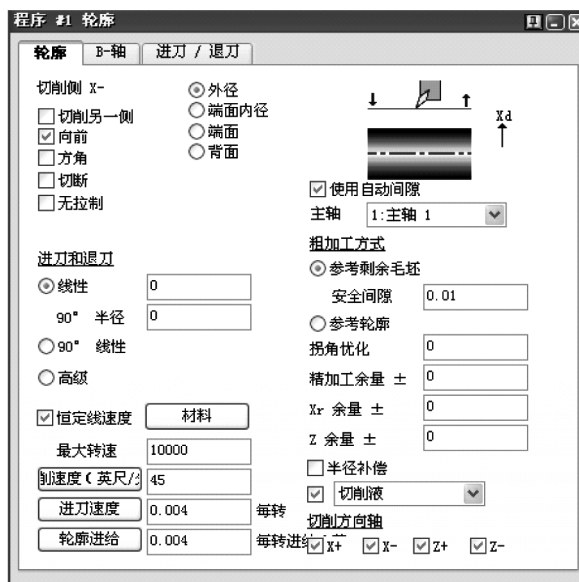

图 6-70 精车程序
- 1) 应用#9 刀具创建精加工车削程序, 如图 6-70 所示。